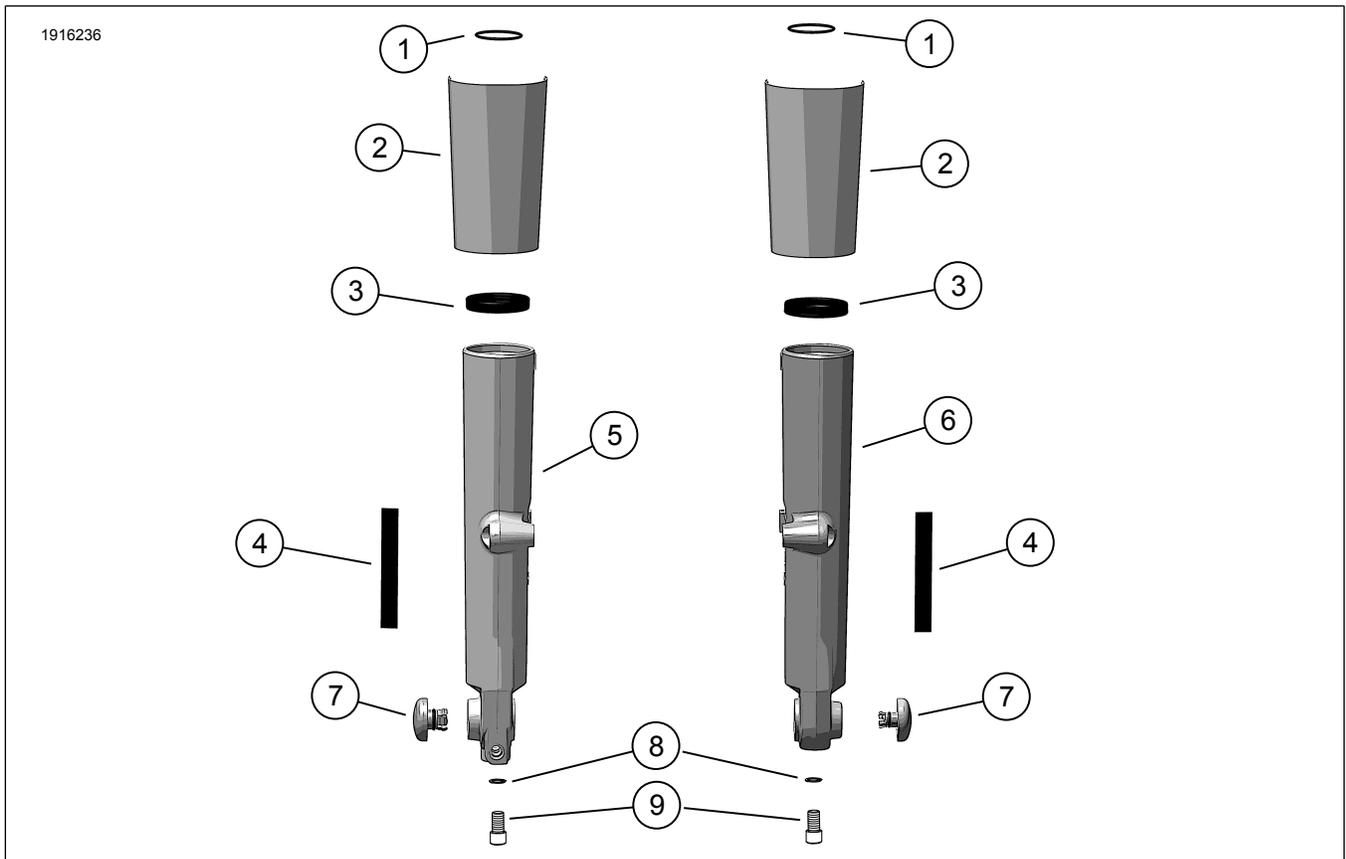
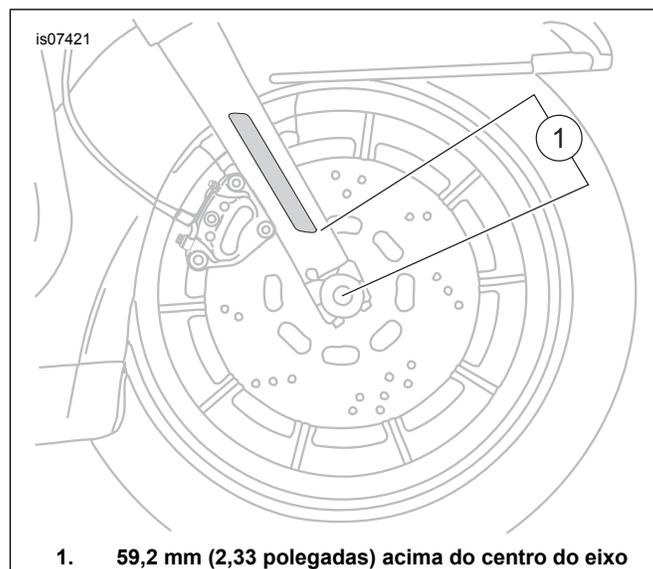

Figura 1. Conteúdo do kit: "Sliders" da Parte Inferior do Garfo Cromados
Figura 2. Colocação do refletor
4. Ver Figura 1 e Figura 2. Remova a proteção da fita adesiva (4). Instale o refletor na posição adequada do garfo, conforme ilustrado. Quando estiver no sítio, pressione com firmeza.